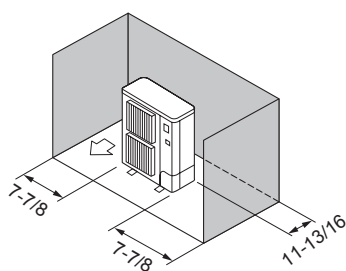

Fig. 2-8
- ③ Obstacles à l'arrière et sur les côtés (Fig. 2-8)